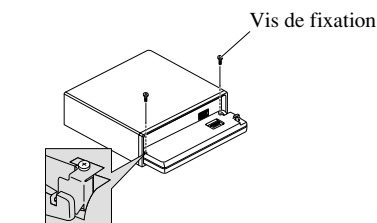

Fig. 13
**3. Fixez la face avant sur l'appareil avec les vis de fixation. (Fig. 13)**